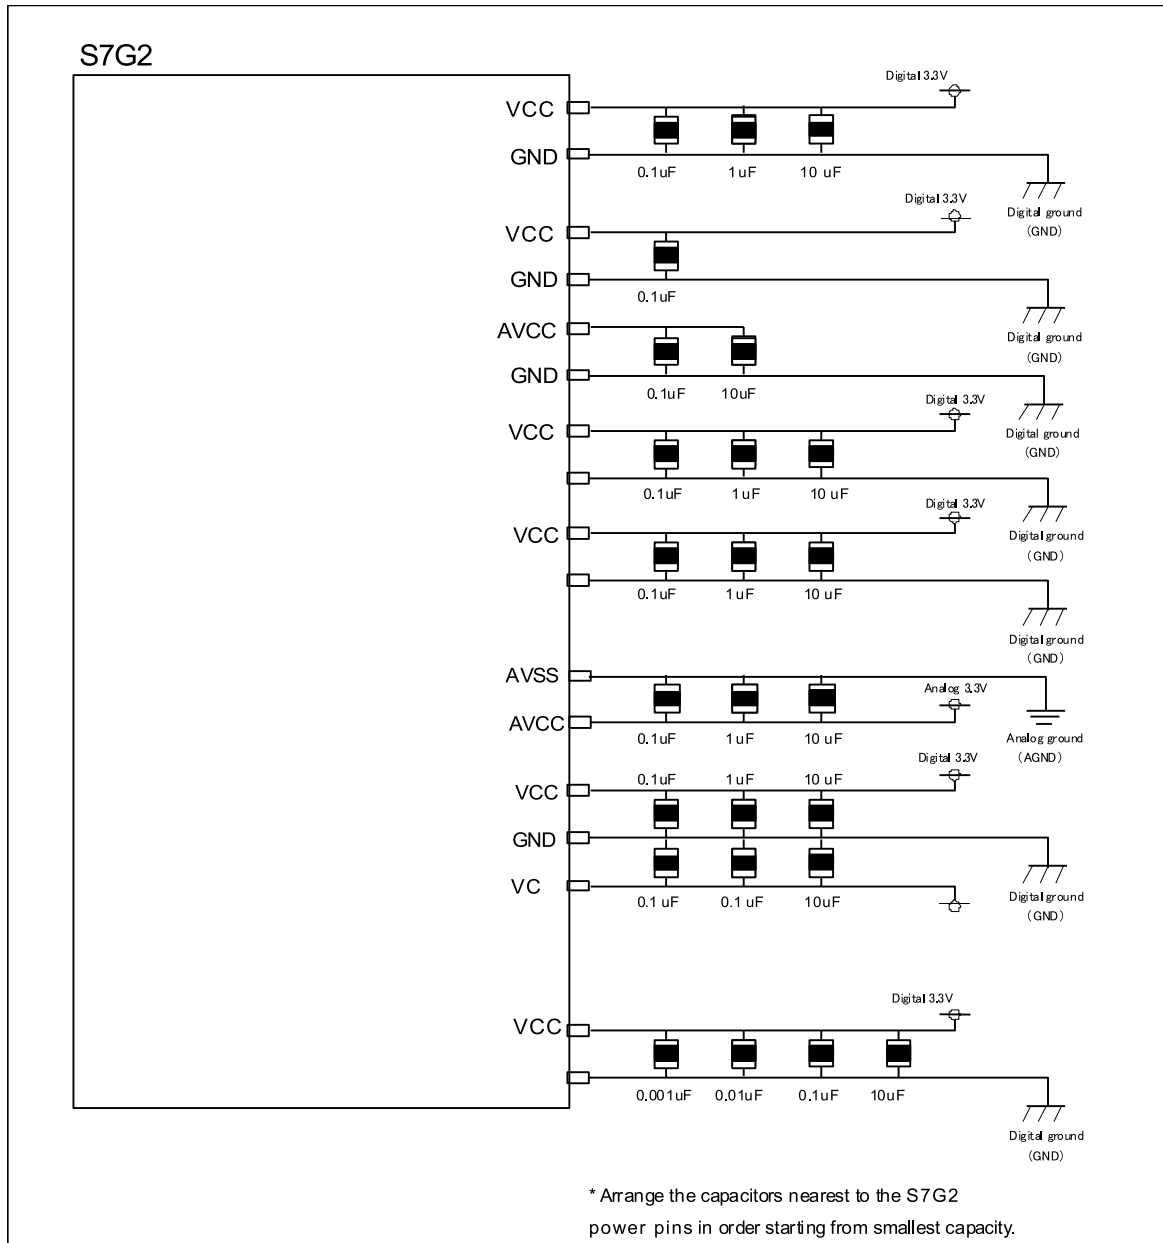

図 4 デカップリングコンデンサ配置例
- S7G2 USB電源端子のコンデンサは、最小のコンデンサが直近になるように、S7G2のできるだけ近くに配置することを推奨します。図4にデカップリングコンデンサの配置例を示します。